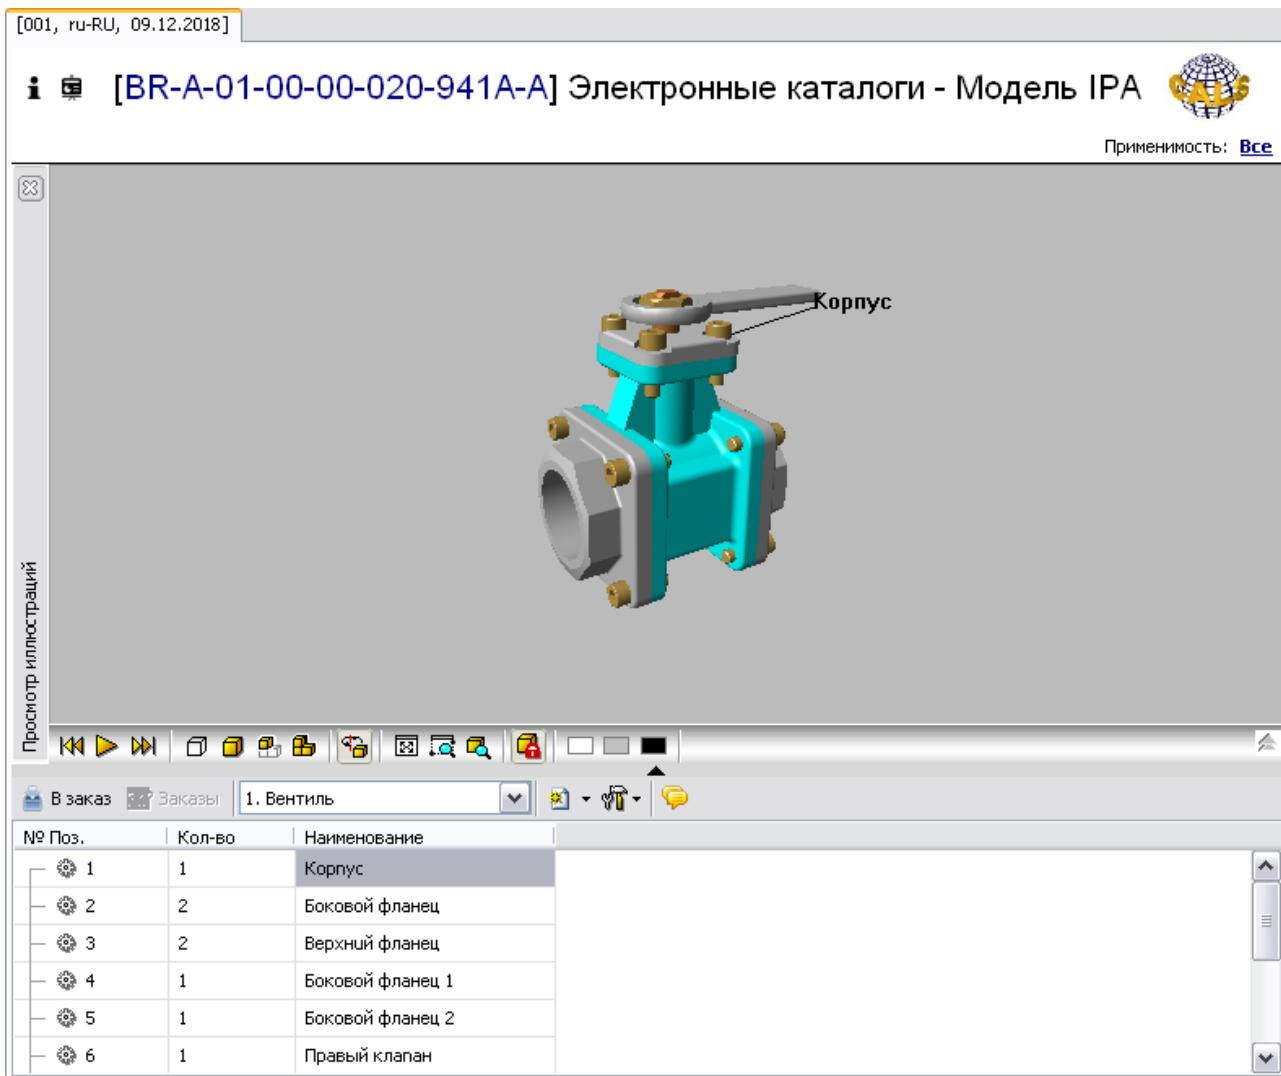

Рис. 110
2. Для удобства просмотра каталога скройте область отображения структуры проекта, находящуюся в левом окне. Для этого отожмите кнопку **Структура документации** на панели инструментов главного окна (рис. 110).
Выделите любую ячейку строки каталога с элементом «Корпус». При этом на 3D модели подсветится деталь с соответствующей выносной (Рис. 110). При выборе детали на 3D модели подсветится строка каталога с соответствующим элементом.